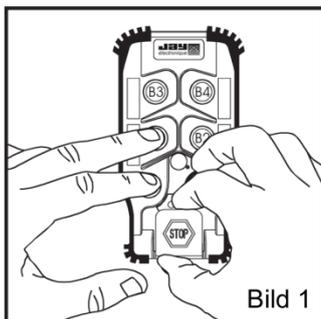

Bild 1
- die Not-Halt Taste des Senders entriegeln (Bild 1).
- die Not-Halt Taste entriegeln (Bild 1).
- Die Not-Halt Taste des Senders entriegeln (Bild 1).